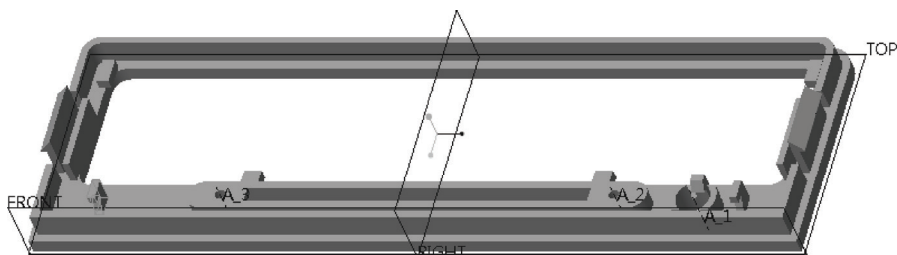

图 12-67 镜像结果
- 3) 单击“镜像”选项卡中的 (完成) 按钮完成该镜像操作，得到的模型效果如图 12-67 所示。